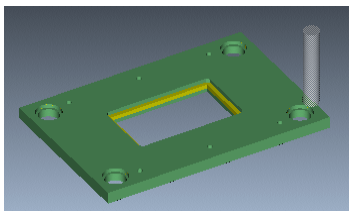

图 3.4.16 运行结果
Step1. 在“表面铣削”操控板中，单击按钮，系统弹出“VERICUT 7.1.5 by CGTech”窗口，单击按钮，运行结果如图 3.4.16 所示。